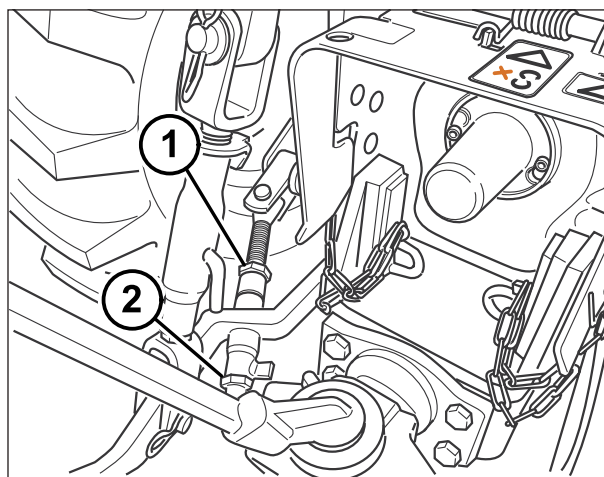

Fig. 74b
### Versiones Articulado (Fig. 74b):
- Operar con el ajuste (1 Fig. 74b) para regular la apertura máxima de los brazos.
- Operar con el ajuste (2 Fig. 74b) para regular el cierre de los brazos en función del implemento.